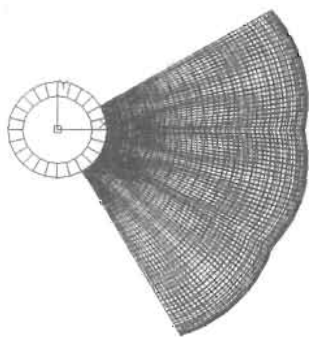

图 13-150
(5) 隐藏“边界曲线”和“辅助线”图层，然后把视图调整为俯视图。
(6) 选中 3 个曲面，然后采用 arraypolar (环形阵列) 命令阵列复制曲面，阵列效果如图 13-150 所示，命令执行过程如下。